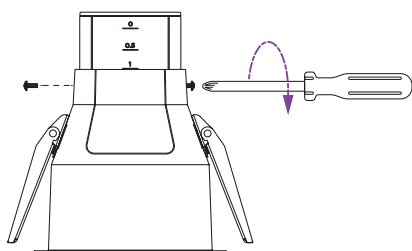

fig. 17
1. À l'aide d'un tournevis cruciforme n° 1, retirez les vis de réglage de l'encastrage (voir la fig. 17).